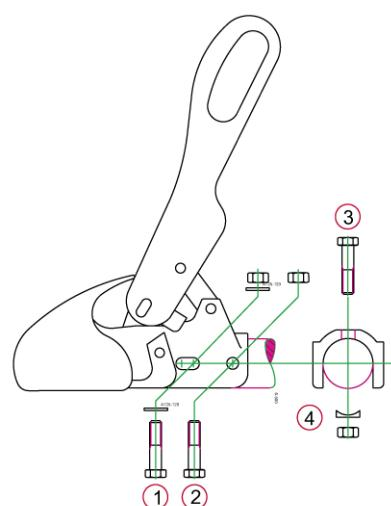

Bild 3: Anschluss
2.2 Die Zugkugelkupplung **WS 3000 D-S** kann mit Längs- (1)+(2) oder Kreuzverschraubung (1)+(3) und den Lochabständen von 40/50/54mm montiert werden. Die Zugkugelkupplung **WS 3000 H-S/L-S** kann mit Kreuzverschraubung (1)+(3) und dem Lochabstand 40mm montiert werden. Das Befestigungsmaterial gehört zum Lieferumfang und ist wie folgt einzusetzen: (Bild 3)
**2.3** Wird die Zugkugelkupplung WS 3000 als Ersatz für einen anderen Kupplungstyp eingesetzt, so ist bei Auflaufenrichtungen darauf zu achten, daß der Stoßdämpfer wieder vorschriftsmäßig montiert und evtl. im Zugrohr vorhandene Distanzrohre korrekt aufgefädelt werden. Als Hilfsmittel bitte die mitgelieferten Bolzen Ø12x34mm oder Ø12x49mm je nach Deichseldurchmesser verwenden. Bolzen als Durchschlag bei der Demontage der Befestigungsschraube (2) oder (3) (Bild 3) je nach Befestigungsart des Stoßdämpfers verwenden und während der Montage/Demontage der Zugkugelkupplung zur Zentrierung des Stoßdämpfers im Zugrohr stecken lassen. Beim Durchstecken der neuen Befestigungsschraube, Bolzen wieder entfernen.